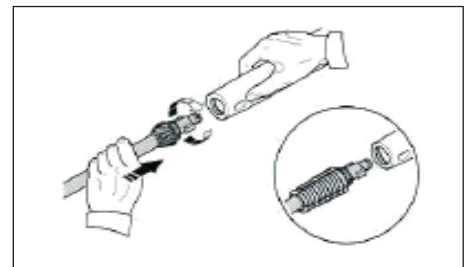

Figure 12 - Attachez la lance au pistolet.
3. Attachez la lance au pistolet (voir la figure 12).
8. Attachez la lance au pistolet (voir la figure 12).
- Attachez la lance au pistolet (voir la figure 12).